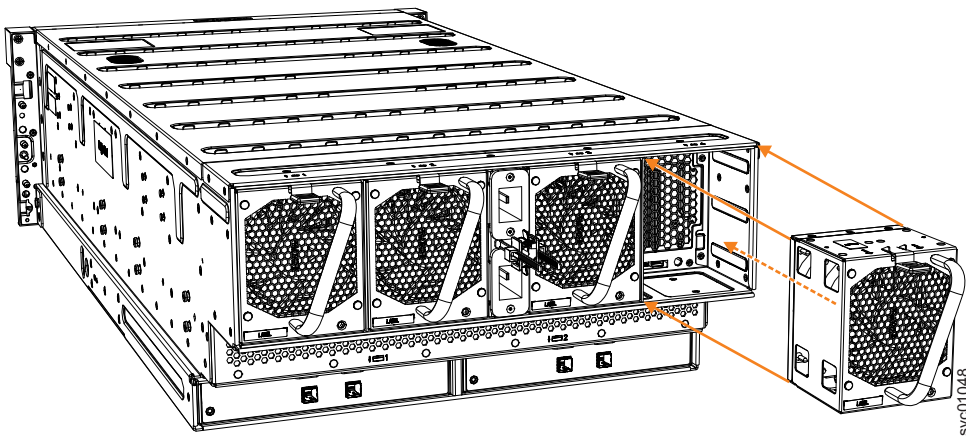

Figure 102. Remplacement d'un module de ventilation
2. Insérez soigneusement le module de ventilation dans le châssis jusqu'à ce qu'il s'enclenche, comme indiqué dans la figure 102.